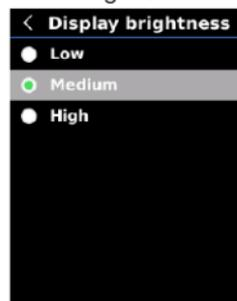

Fig. 19
3. Appuyez sur les boutons  $\wedge$  et  $\vee$  pour sélectionner le niveau de luminosité souhaité, soit "Low", "Middle" ou "High" (élevé) (Fig. 19).